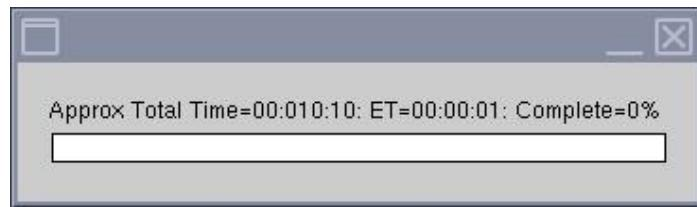

Рис. 5
**Примечание:** окно состояния MCQA будет постоянно обновляться, отображая информацию о том, какие операции данный инструмент выполняет в текущий момент времени. Появится временная строка (Рис. 5) с указанием приблизительного времени теста, истекшего времени и процента выполнения.